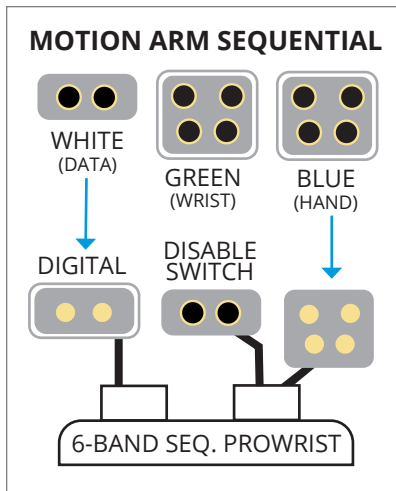

Figure 7. 6-Band ProWrist wiring.
3. Raccordez le câblage du bras articulé (Motion Arm) au ProWrist. Consultez les figures 7, 8 ou 9 pour les configurations.